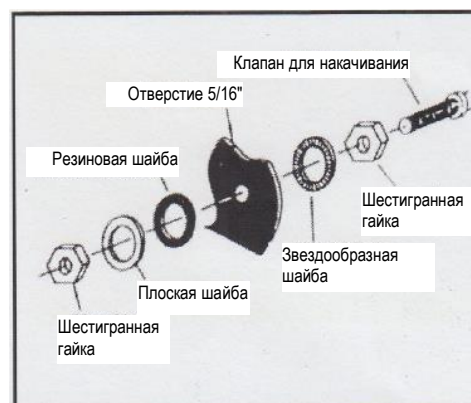

Рис. 3: Клапан для накачивания
6. Определите трассу прокладки шланга и отрежьте трубку соответствующей длины. Чтобы разрезать воздухопровод, используйте стандартный труборез, лезвие бритвы или очень острый нож. Ровный срез под прямым углом дает гарантию от протечек. Разрежьте воздухопровод на две равные части. Просверлите отверстия 8 мм под клапаны для накачивания и установите, как показано на рисунке. Резиновая шайба снаружи служит герметизирующей прокладкой для защиты от атмосферных воздействий (рис. 3).
- d. Просверлите отверстия 8 мм (5/16") под клапаны для накачивания и установите, как показано на рис. 3. (Резиновая шайба снаружи служит герметизирующей прокладкой для защиты от атмосферных воздействий). Проложите трубку вдоль рамы до места расположения клапана для накачивания и отрежьте излишки. Закрепите трубку с помощью кабельных стяжек.